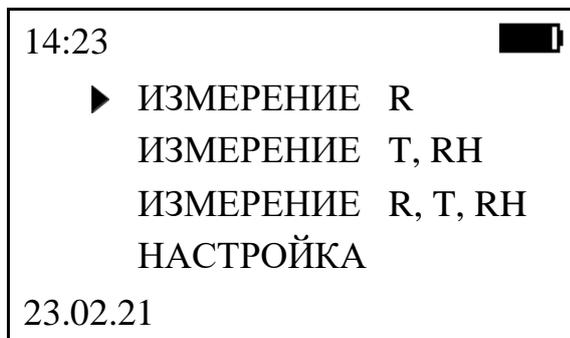

Рисунок 5 – Экран главного меню
1.4.2.1 Сразу после включения, на экране прибора появляется информация об уровне заряда аккумулятора, затем главное меню (см. рис. 5). В верхней части экрана отображается текущее время и уровень заряда аккумулятора, в нижней части экрана – дата.